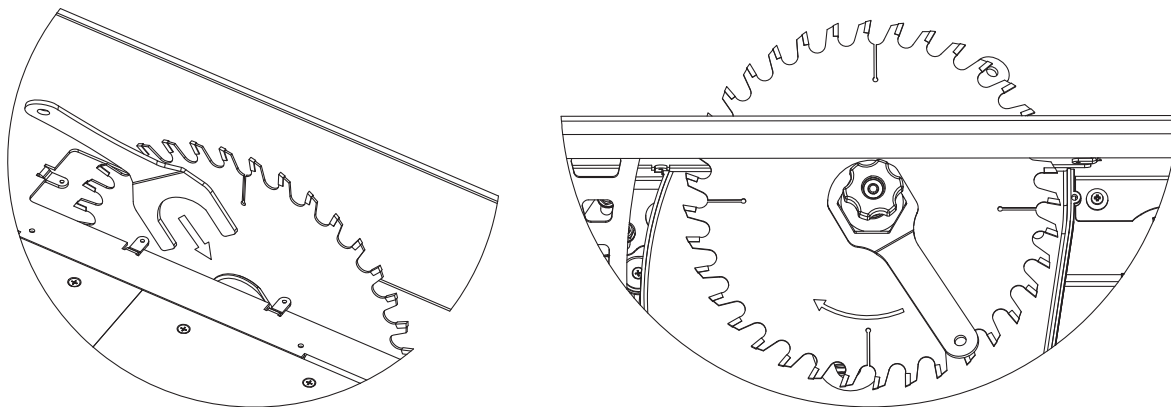

Рис. 23
- Установить ключ 15 по лыскам фланца пильного диска/фрезы (рис. 23).
- С помощью кольцевого гаечного ключа 7 расфиксировать резьбовое соединение зажимной гайки 79 и фланца пильного диска 32/фрезы 12 (рис. 23).
Гайка 79 имеет левое резьбовое соединение. Закручивание — против часовой стрелки, откручивание — по часовой стрелке, рис. 23.